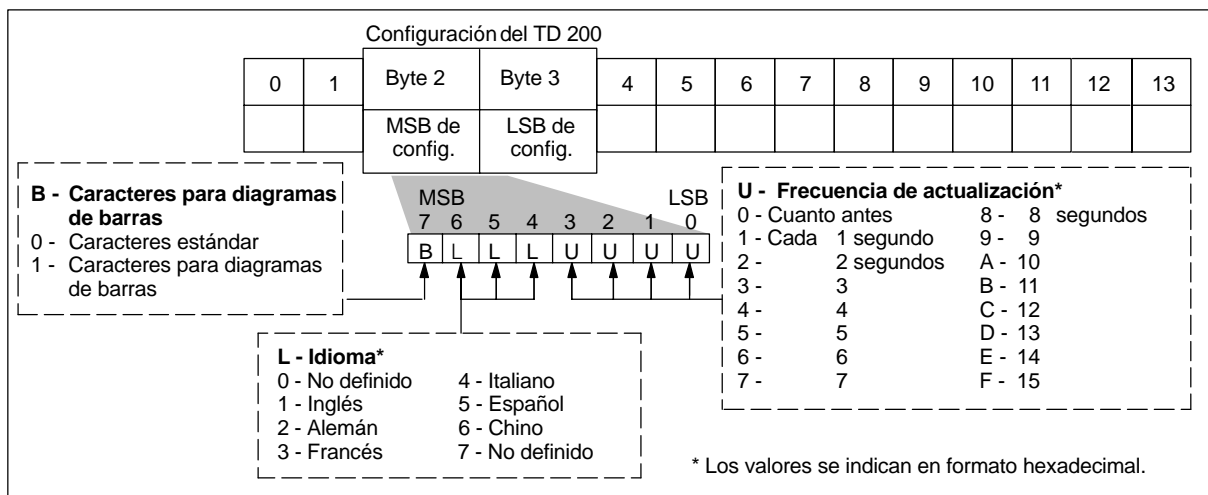

Figura D-3 Información contenida en el byte 2 del bloque de parámetros del TD 200
El byte 2 del bloque de parámetros del TD 200 permite configurar el idioma deseado y la frecuencia de actualización. La figura D-3 muestra la información contenida en el byte 2 del bloque de parámetros.
- **(L) Idioma** Esta selección determina el idioma en que se visualizan los menús del TD 200.
- **(U) Frecuencia de actualización** Esta selección determina la frecuencia con que el TD 200 consulta a la CPU S7-200 los mensajes a visualizar. La frecuencia real de actualización puede ser más lenta de lo que se haya ajustado, dependiendo del tamaño del mensaje y del procesamiento necesario.
- **(B) Caracteres para diagramas de barras** Esta selección permite utilizar un juego de caracteres diseñado para visualizar diagramas de barras en el TD 200 (v. Anexo A). Esta selección será válida únicamente si se está utilizando el juego de caracteres original del TD 200 (véase "B" en la figura D-3).